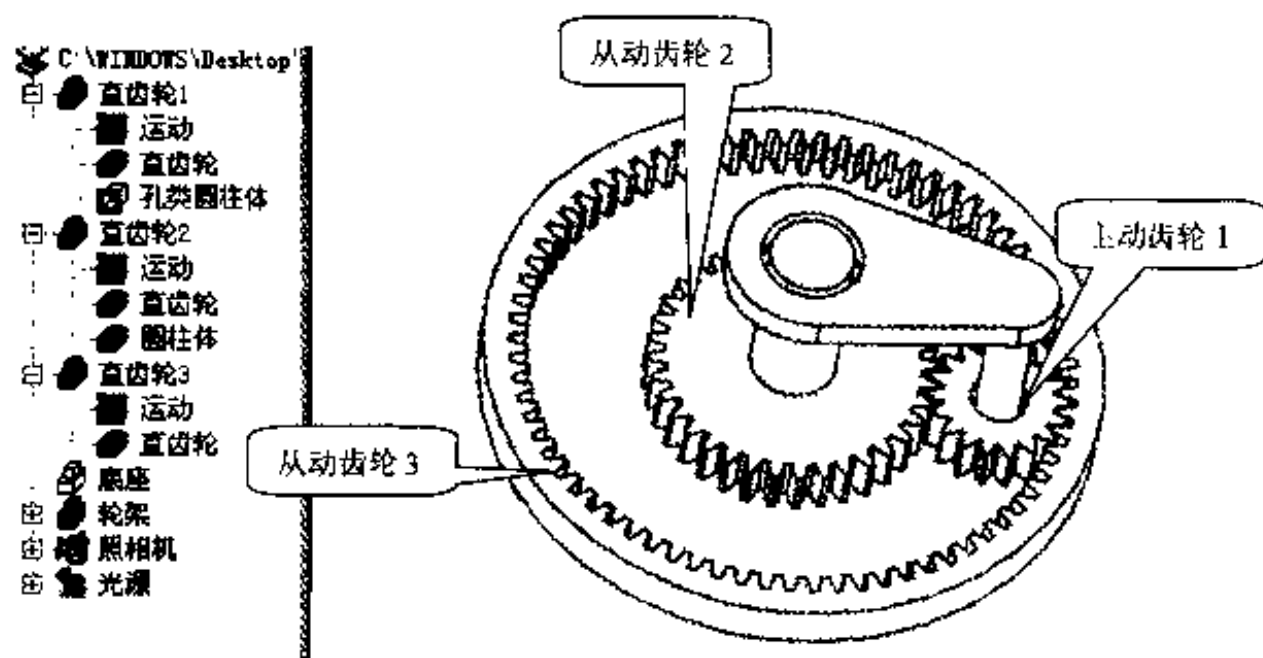

图 5.1 轮系的组成
- (1) 在书附光盘中找到 score\example\jixie\5\定轴轮系动画.ics 文件,并将其读入到当前设计环境,如图 5.1 所示,本机构主要由 3 个齿轮构成,为了简化问题,本例中的轮架假定是不发生转动的,所以 3 个齿轮都是定轴轮系,不是行星轮系,此动画关键是要保证齿轮间按一定的传动比齿合旋转运动,并注意各自的旋转方向。